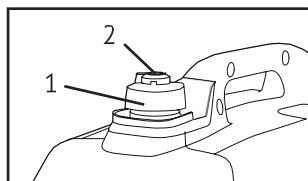

Рис. 8
После полного охлаждения двигателя поверните воздушный клапан (2) крышки топливного бака (1) в положение «Выкл./OFF», (рис. 8) (для моделей ННУ 1050, ННУ 2050Si и ННУ 3050Si).